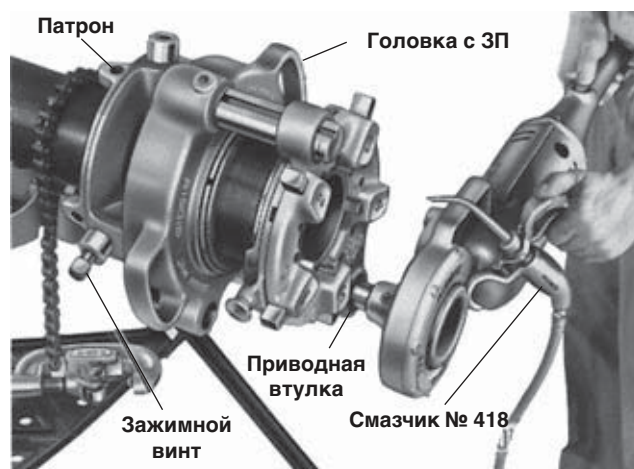

Рисунок 9 – Нарезание резьбы с помощью головки с ЗП
4. Надежно затяните патрон и зажимной винт с помощью торцового ключа (рисунок 9).